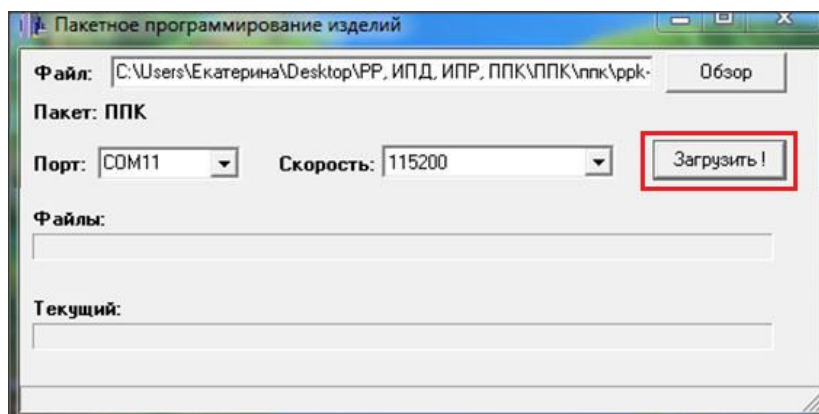

Рисунок 11 - Загрузка программного обеспечения
- 1.2.11. Запустить процесс загрузки программного обеспечения (загрузчика) на ППК. Нажать кнопку **Загрузить** (рисунок 11).